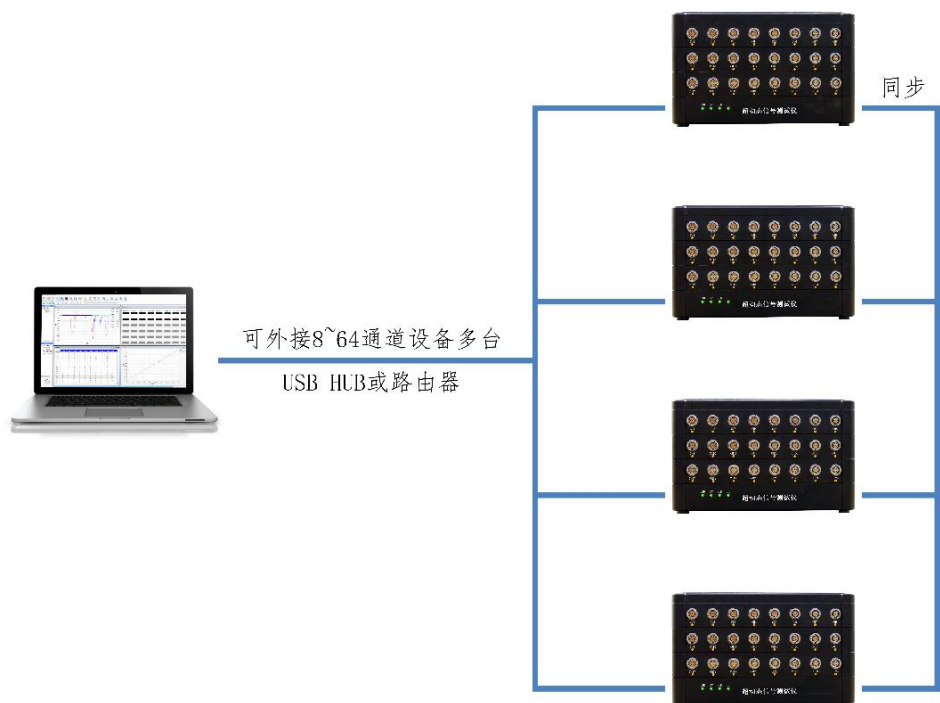

图 3 多台设备串联工作
- 3、 电控柜按钮图见附图 3。
附图 3 电控柜按钮图
4.3 多台设备组网工作如图 3 所示：